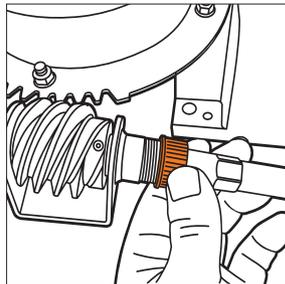

Рис. 34
- Вставьте гибкий вал осью в шестерню привода желоба и зафиксируйте соединительной гайкой (Рис. 34).